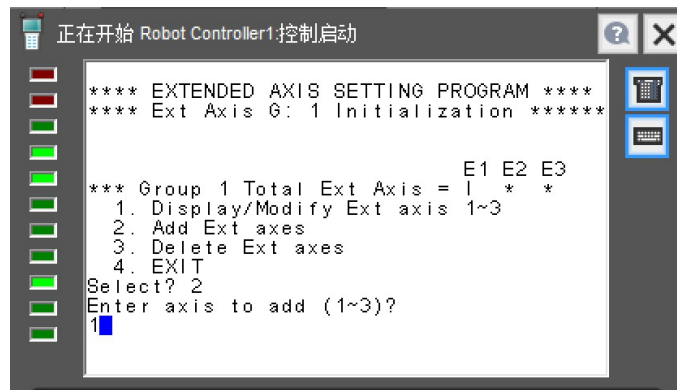

图 4.1.4
- 4) 在图 4.1.4 中，输入 2，添加轴，点击 ENTER 键确认，再输入附加轴号码。（若是该组的第一个附加轴，输入 1，若是第二个，输入 2，若是第三个，输入 3，分别对应 E1,E2,E3。自 1 起按顺序设定）